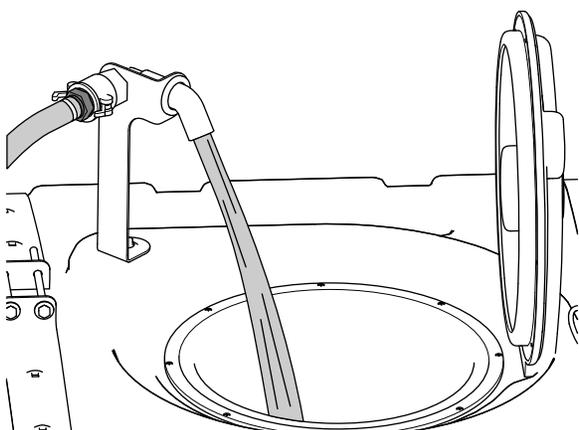

Figura 28
5. Adicione $\frac{3}{4}$ da água necessária ao depósito de pulverização (Figura 28).